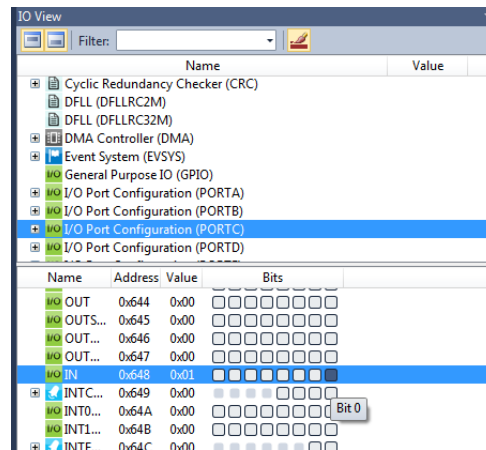

Figura 58 Escritura de un valor en un bit para emular una entrada
3. Dé click en el cuadrado correspondiente al bit0, el cuadrado pasará de estar vacío a tener un relleno, esto indica que el valor del bit es 1. La Figura 58 muestra el resultado de esta secuencia.